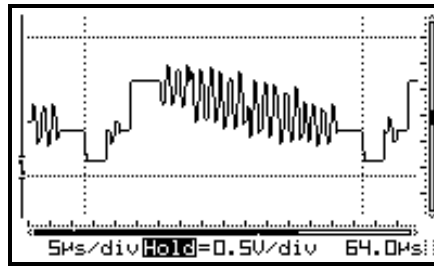

Fig 13
- **Markers:** Verschuifbare markers om metingen te verrichten op het signaal. (Fig. 13)